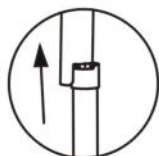
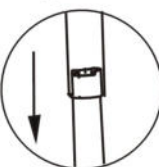

Figure a-1
Figure a-2
3) Quando si desidera mettere il tapis roulant in posizione di funzionamento, sollevare un po' l'estremità del telaio principale (copertura estremità) per sollevare il tubo di supporto pieghevole al di sopra della copertura cilindrica (vedere figura a-1), coprire leggermente il tubo di supporto pieghevole con il piede (vedere figura a-2), premere con forza l'estremità del telaio principale (copertura estremità), togliere il piede e tenere premuta per un po' l'estremità del telaio principale. Il cilindro si ritirerà sotto il il suo stesso peso (vedere figura b) e il telaio principale si appiattisce.